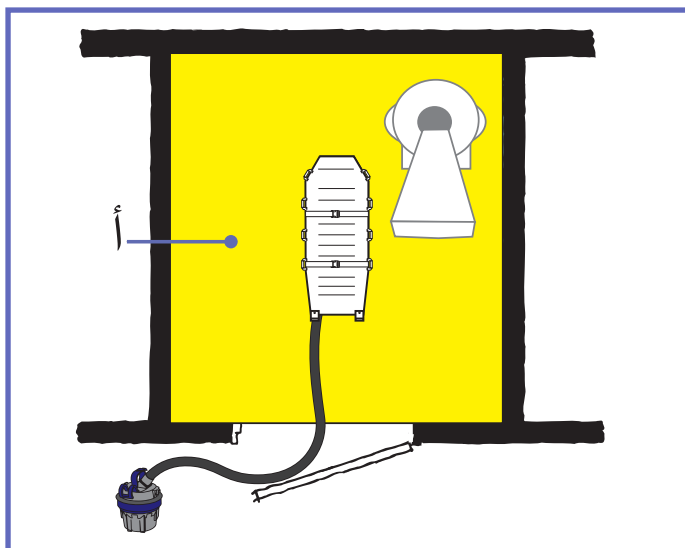

Fig. 9
För att förhindra att patienten skadas ska *Maxi Airs* luftförsörjningsenhet placeras utanför MRT-miljön (A), se "Fig. 9".